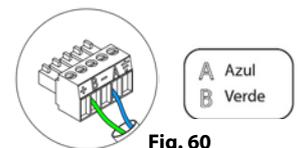

Fig. 60
Para la conexión al bus máquina de la central ^② dispone de 1 borna de 5 pines. Fije los cables con los tornillos de la borna respetando el código de colore (Fig. 60).